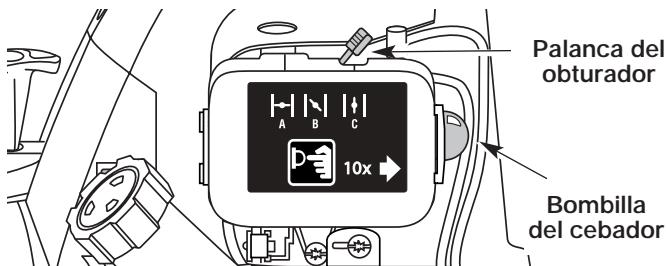

Figure 21
4. Coloque la palanca del obturador en posición de obturación **COMPLETA (FULL) (A) [—]** (Fig. 21).
NOTA: Deslice la palanca del obturador directamente sobre el símbolo adecuado en la calcomanía de la cubierta del filtro de aire (Fig. 21).
5. Oprima por completo y suelte la bombilla del cebador lentamente 10 veces. Debe poder sentir y ver la gasolina en la bombilla (Fig. 21). Si no ha entrado gasolina en la bombilla, oprima tres veces más, o hasta que lo haga.
7. Con la unidad en posición de arranque, tire de la cuerda de arranque rápidamente cinco veces en la posición de obturación **COMPLETA (FULL) (A) [—]**. Si el motor intenta arrancar antes del quinto tirón, proceda con el paso 8.
8. Mueva la palanca del obturador a la posición de obturación **PARCIAL (B) [—]** (Fig. 21).
2. Mueva la palanca del obturador a la posición de **PARCIAL (B) [—]** (Fig. 21).
3. Oprima por completo y suelte la bombilla del cebador lentamente 10 veces. Debe poder sentir y ver la gasolina en la bombilla (Fig. 21). Si no ha entrado gasolina en la bombilla, oprima tres veces más, o hasta que lo haga.